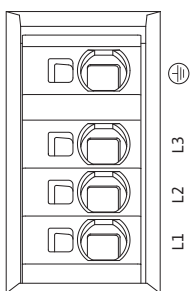

Fig.31: Teholiittimet (verkkoliittimet)
- Teholiittimet (verkkoliittimet) (Fig. 31)